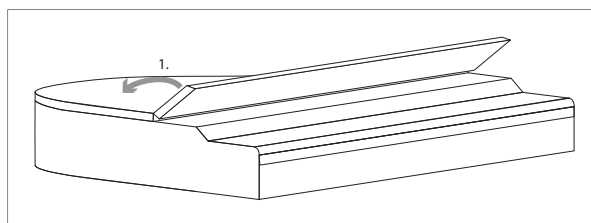

Fig. 3.1: Abertura da parte frontal do tampo do piano
- 18) Levante a parte frontal do tampo do piano e rebata-o, caso isso ainda não tenha sido feito (cf. Fig. 3.1).